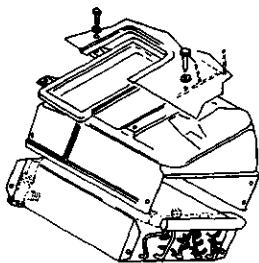

图 5-16 拆下低压管的固定件
4) 拆下车辆低压管的固定件, 拆下压缩机管子(封住已拆下管子的端口), 如图 5-16 所示。